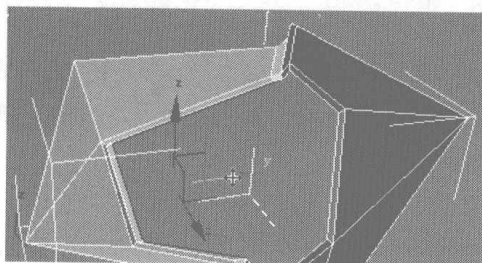
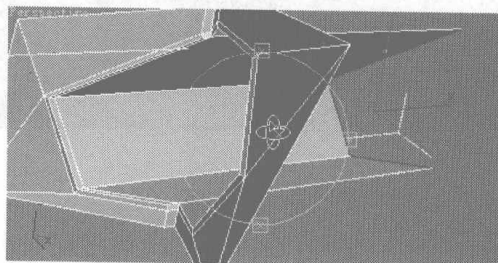

图 6.70
图 6.71
- 09** 切换为曲线编辑，选择如图 6.70 所示曲线，在按住 Shift 键的同时在 Perspective 视图中拉伸曲线，如图 6.71 所示。